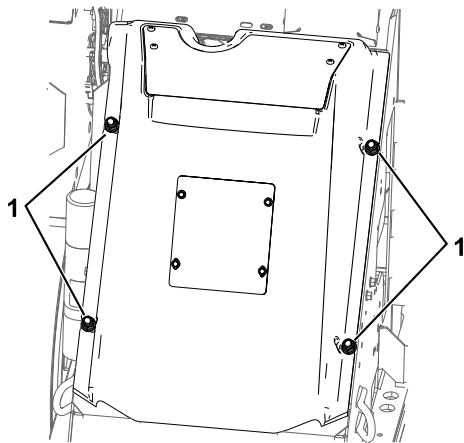

Figura 27
4. Slăbiți cele 4 piulie care fixează capota (Figura 27).